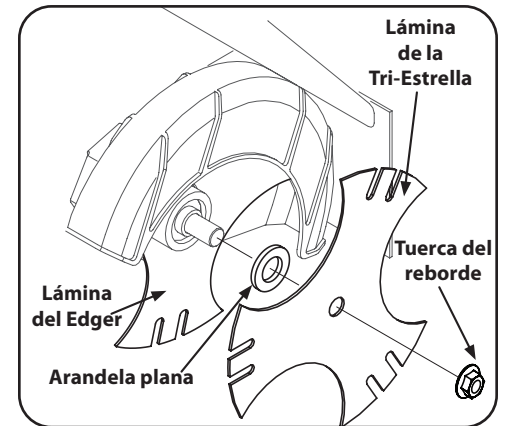

Figura 3-6
1. Use dos llaves (una para impedir que la cabeza del perno hexagonal gire loca y la otra para desenroscar la tuerca de brida) para extraer la tuerca de brida que asegura la cuchilla de la bordeadora, dejando la cuchilla de la bordeadora en su lugar. Vea la Figura 3-6.
2. Instale la cuchilla adicional de la bordeadora suministrada con la unidad y la arandela plana. Vea la Figura 3-6.